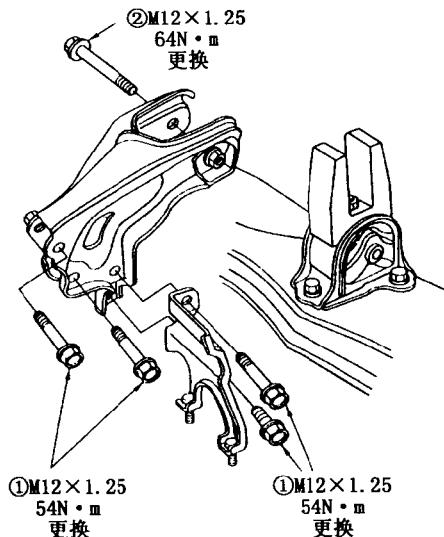

图 2-4 发动机后座支架螺栓拧紧顺序
- (5) 安装发动机后座的支架，然后按图 2-4 所示的顺序（①→②）拧紧螺栓。
- (6) 安装发动机前座的支架，然后拧紧安装螺栓。注意，先不要拧紧发动机两侧支架上的螺栓。
- (7) 拧紧发动机侧座上的螺栓和螺母，拧紧变速器支座的螺母，拧紧发动机前座支架上的螺栓。